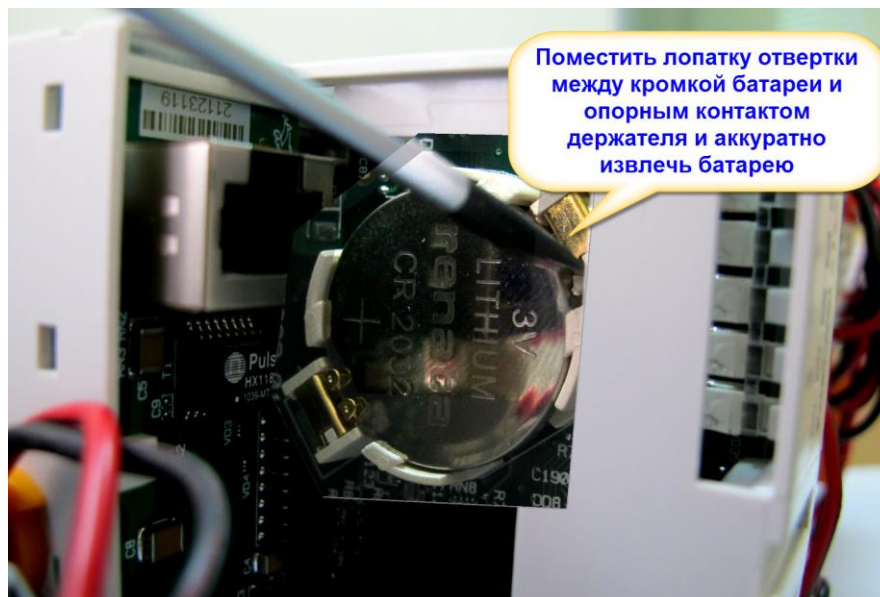

Рис. 5.7 Извлечение батареи
- Поместите лопатку отвертки шириной от 1,8 до 2,3 мм между кромкой батареи и контактом гнезда-держателя батареи, как показано на Рис. 5.7, после чего аккуратным движением ручки отвертки в направлении от центра батареи извлеките батарею, предупредив ее падение.